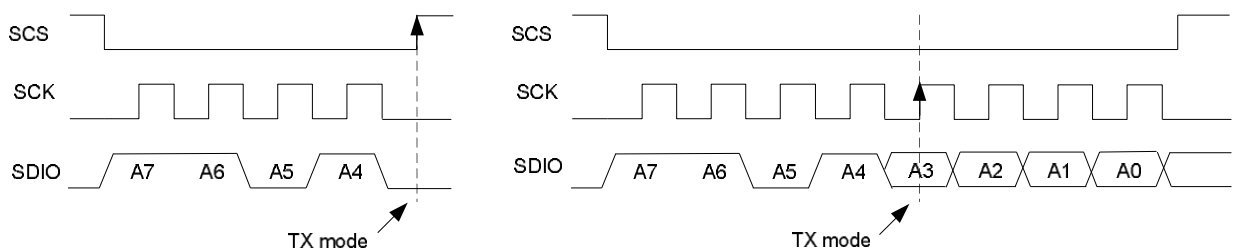

Рис. 10.9 Диаграмма команды режима передатчика
- Шаг 4: Отправьте стробоскопическую команду режима TX (рис. 10.9), чтобы выполнить отправку TX.